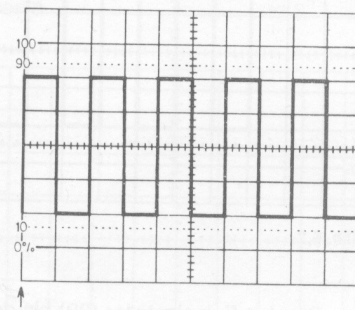

Abb. 6.1
- 6.2.5. Verschieben Sie mit dem Y-Pos-Einsteller das abgebildete Signal in der Vertikalen bis es mit einer waagrechteten Rasterlinie in Deckung liegt (s. Abb. 6.1.)